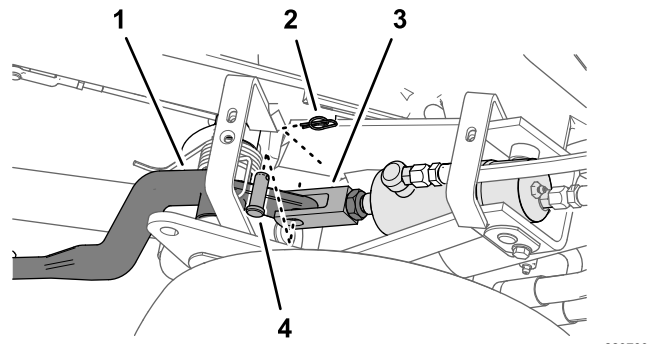
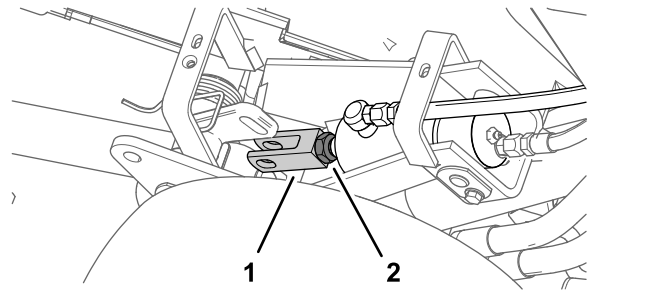

Bild 53
Bild 54
3. Lockern Sie die Klemmmutter, mit der der Lastösenbolzen am Zylinder der Schneideinheit befestigt ist, den Sie einstellen möchten (**Bild 53**).
4. Entfernen Sie den Haltering und den Lastösenbolzen (**Bild 53**)
5. Drehen Sie den Lastösenbolzen so lange, bis Sie die gewünschte Höhe erzielt haben (**Bild 54**).
6. Befestigen Sie das Lastösen-Anschlussstück mit dem Lastösenbolzen und Haltering am Hubarm und ziehen Sie die Klemmmutter fest (**Bild 53** und **Bild 54**).